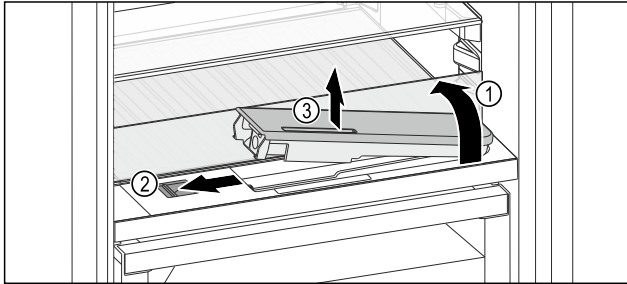

Fig. 173
- Glasplatte anheben und bis zum Anschlag nach hinten klappen Fig. 173 (1).
- Schieber Fig. 173 (2) nach links schieben.
- Wassertank entnehmen Fig. 173 (3).